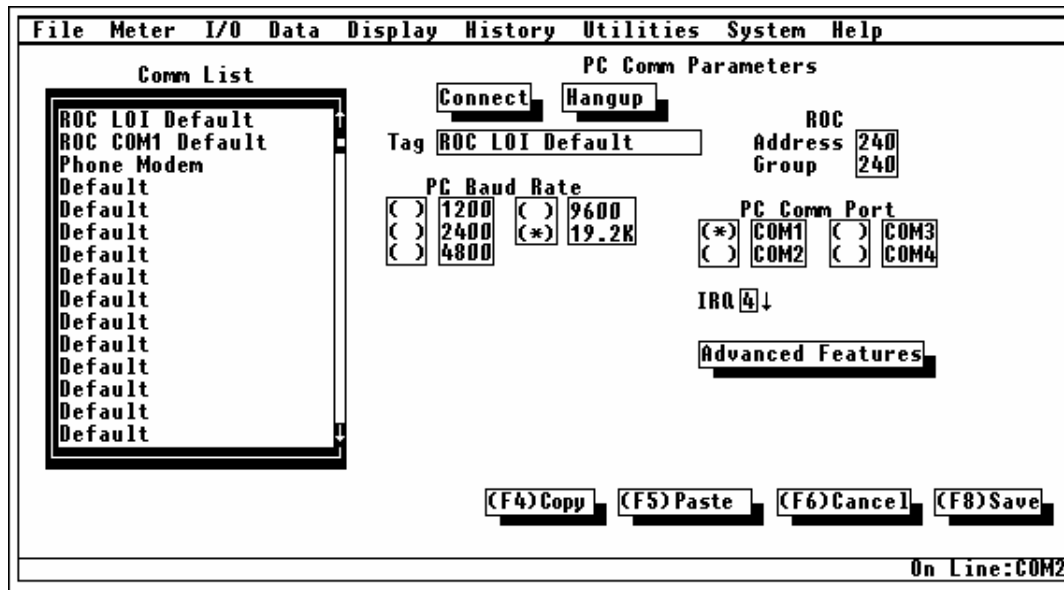

Figura 2-6. Diálogo do Grupo de Parâmetros Comm do PC
Quando você selecionar um arquivo do grupo, uma lista de todas as configurações do ROC ou FloBoss no grupo aparece na lista Comm, junto com os Parâmetros Comm do PC. Observe a Figura 2-6. Utilizando esta tela, você pode configurar até 40 tipos de comunicação por grupo. A opção ROC Directory permite-lhe alterar sua porta de comunicação, ajustes de intervalo e outras variáveis utilizadas pelo ROC ou FloBoss ao estabelecer uma conexão com seu computador pessoal. Você também pode (F4)Copiar e (F5)Colar configurações parecidas.
3. Coloque toda **informação das comunicações** do Computador Pessoal e Funções Avançadas se necessário. Refira-se à Figura 2-6 e Figura 2-7.
5. Verifique se o endereço da **Taxa de Baud do PC**, **Porta Comm do PC** e **IRQ** assimilam-se com as configurações dos valores no Painel de Controle no do seu Computador Pessoal. Se eles não se assimilarem, altere os valores apropriados. Refira-se à Figura 2-6 e às descrições do parâmetro na seção 2.4.